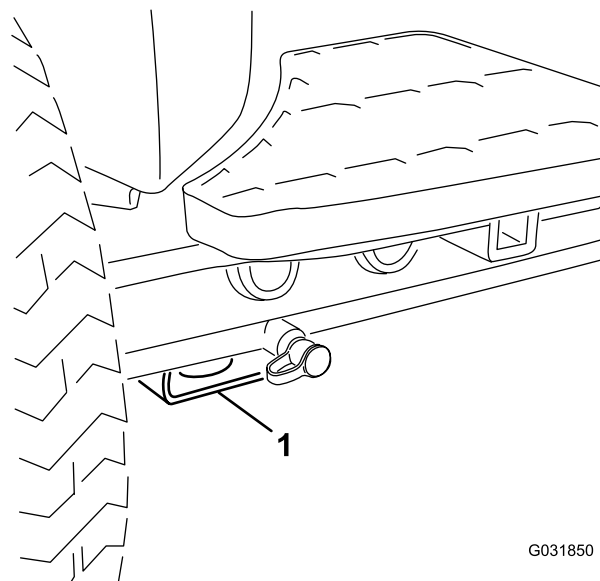

Figura 71
- Anteriore – supporto rettangolare, sotto il tubo dell'assale, all'interno delle ruote anteriori (Figura 71).